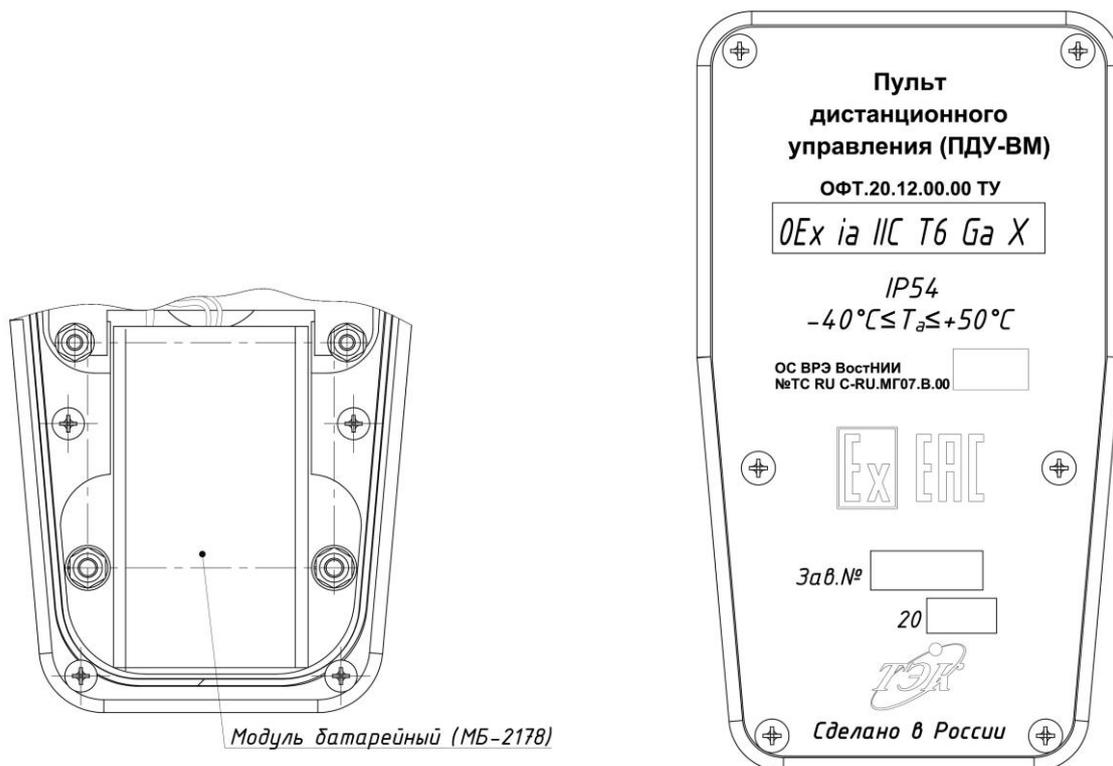

Рисунок 4 – Нижняя сторона корпуса ПДУ-ВМ с батарейным отсеком
- 3) модуля батарейного МБ-2178 (ОФТ.18.2178.20.00.00), закрытого крышкой с винтами в количестве 4 шт, расположенного с нижней стороны корпуса изделия (рисунок 4);